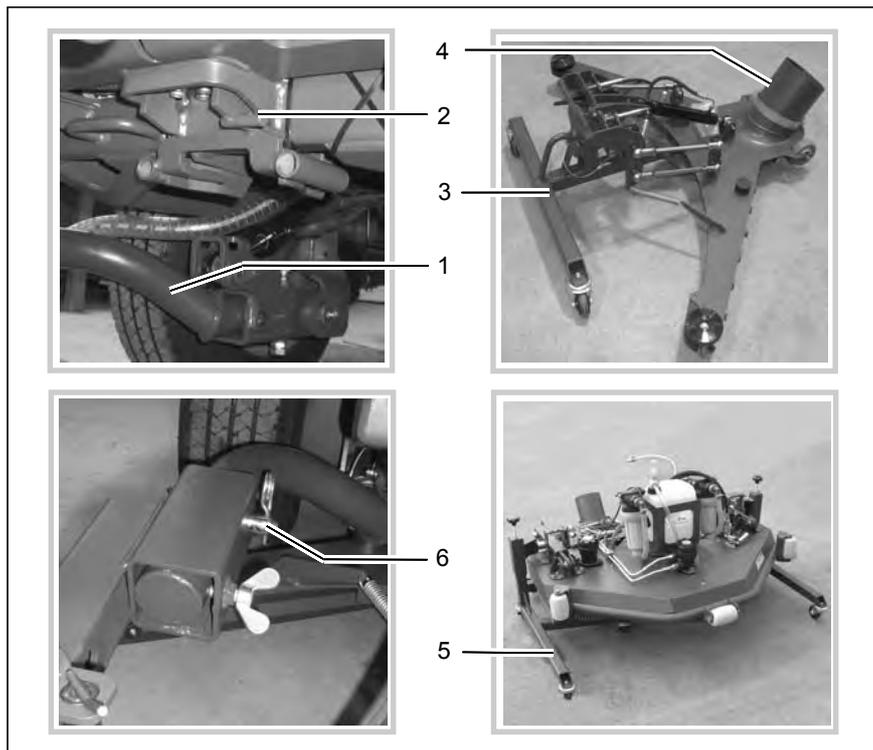

Fig. 37
1. Monter les bras-support (Fig. 37/1) sur l'appareil de base et les bloquer avec les boulons et la goupille de retenue.
2. Fixer le support (Fig. 37/2) pour le suceur sur l'appareil de base (après le montage initial, celui-ci peut rester sur l'appareil).
3. Diriger le suceur du bloc de nettoyage ensemble avec le chariot roulant (Fig. 37/3) dans le support (Fig. 37/2) et le faire s'enclencher.
4. Fixer le flexible d'aspiration du Hako-Citymaster 1250 sur le tube (Fig. 37/4).
5. Pousser le bloc de nettoyage ensemble avec le chariot roulant (Fig. 37/5) sur les bras-supports et le bloquer avec des boulons de verrouillage et des goupilles de retenue (Fig. 37/6).